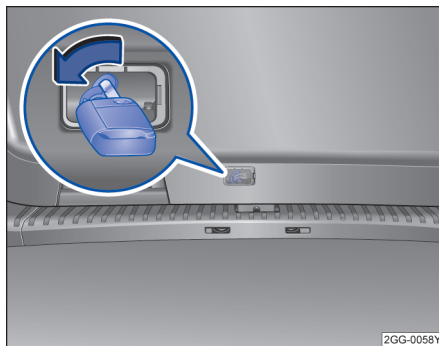

图 56 行李厢应急解锁
- 用手指或长型工具沿箭头方向拨动行李厢盖→图 56 应急解锁装置，同时将行李厢盖向外推，直到其打开。